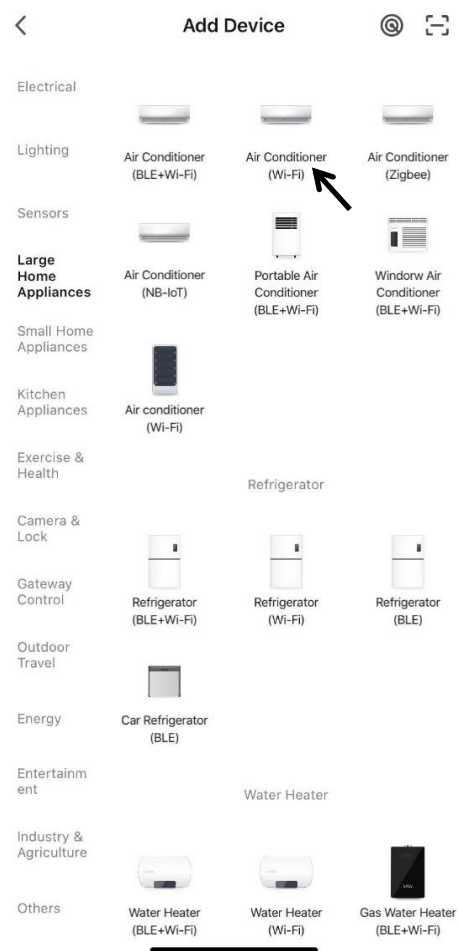

Bild 2
- Vrid på part B på utblåsslangen med hetluft. Fäst del A till B; lås samman dem. Nu kan du montera slanganslutningen (luftkonditioneringens ände). Vrid slanganslutningen (fönsteränden) på utblåsslangen med hetluft. **(bild 2)**
3. Välj "Large Home Appliances" och leta reda på ikonen "Air Conditioner (Wi-Fi)". (bild 2).